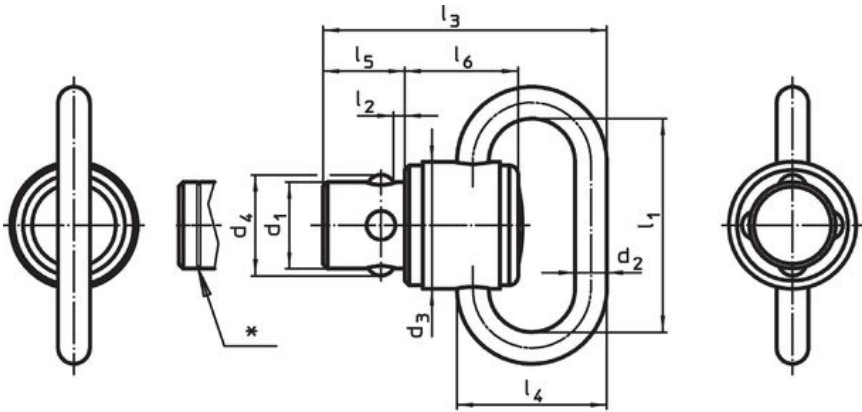

図 1
位置 l_1 (ブッシュ図2,3,4)もしくは l_2 (ボールロックコネクタ図1)=1.5mmの場合目印溝付
* l₁ (図2,3,4), l₂ (図1)= 1,5 mmの場合マーキング付